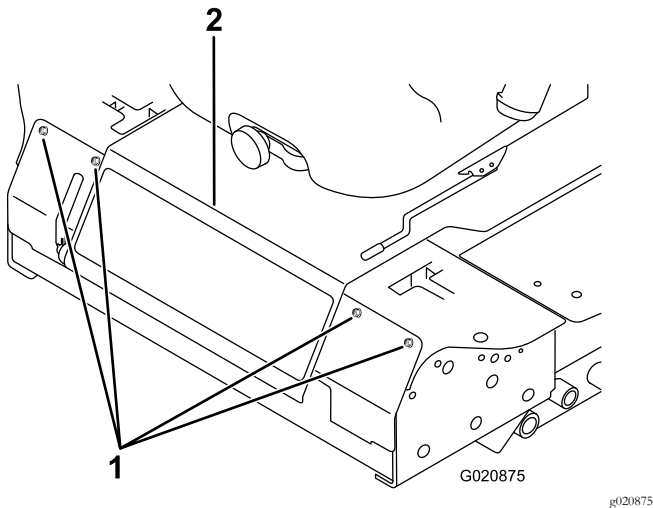

Bild 51
2. Nehmen Sie die Schrauben ab, mit denen die Frontplatte befestigt ist, und nehmen Sie sie ab (Bild 51).